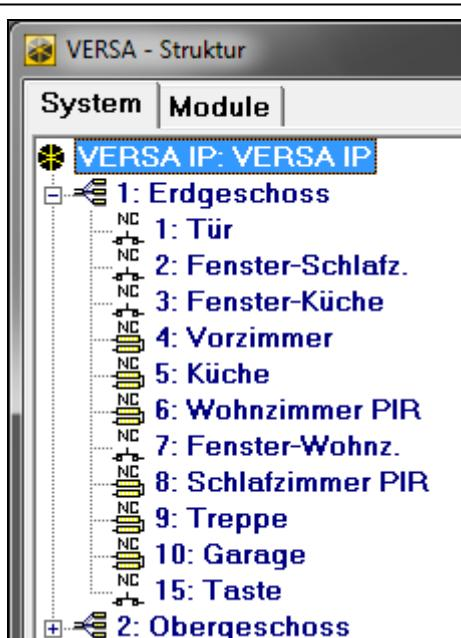

Abb. 6. Programm DLOADX: Liste der Bereiche und Linien in Form eines Baums in der Registerkarte „System“ im Fenster „VERSA – Struktur“.
- über das Programm DLOADX: Fenster „VERSA – Struktur“ → Registerkarte „System“. Die Bereiche und Meldelinien sind auf der linken Seite des Fensters in Form eines Baums dargestellt (Abb. 6). Klicken Sie auf den Bereich, welchen Sie konfigurieren wollen.
- Fenster „VERSA – Struktur“ □ Registerkarte „System“. Die Bereiche und Meldelinien werden auf der linken Seite des Fensters dargestellt (Abb. 6). Klicken Sie auf die Meldelinie, welcher Parameter und Optionen Sie konfigurieren wollen.